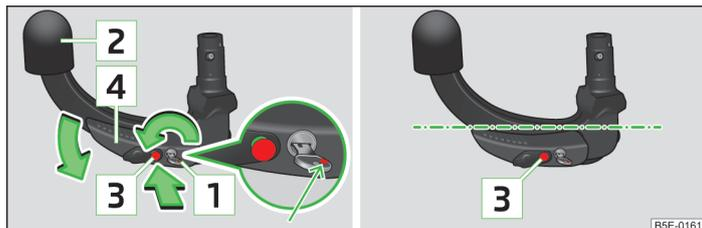

Fig. 105 Ajustar la posición de reserva / posición de reserva
- Girar la llave de modo que su marca roja **1** » fig. 105 sea visible.